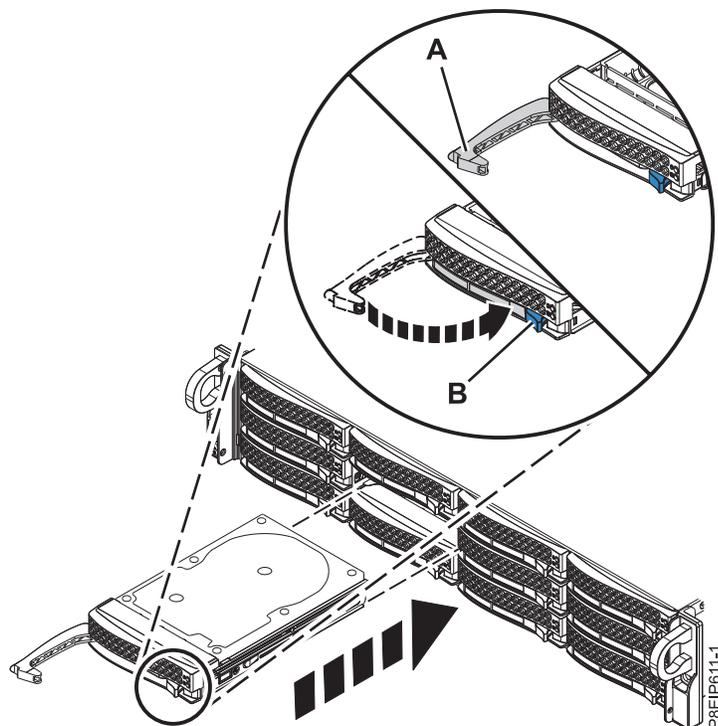

図 77. ディスク・ドライブのロックの詳細
3. **(B)** 位置にロックされるまでハンドル・リリースを押し込んで、ドライブ・ベイ・ハンドル **(A)** をロックします (図 77 を参照)。